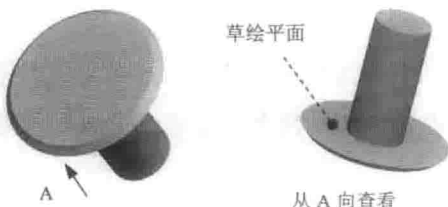
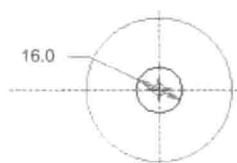

图 1.5 拉伸特征 1
图 1.6 截面草图
(3) 定义旋转属性。在操控板中选择旋转类型为 **绕轴**，在角度文本框中输入角度值 360.0，并按回车键。
(4) 在操控板中单击“完成”按钮 ，完成旋转特征 1 的创建。
Step3. 创建图 1.5 所示的拉伸特征 1。在操控板中单击 **拉伸** 按钮 。选取图 1.5 所示的模型表面作为草绘平面，接受默认的参考平面，方向为 **上**；绘制图 1.6 所示的截面草图，在操控板中定义拉伸类型为 **贯通**，输入深度值 35.0。单击  按钮，完成拉伸特征 1 的创建。